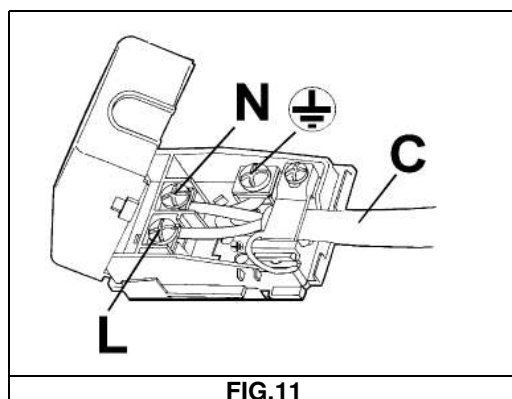

FIG.11
- Mettre une prise mâle, adaptée à la charge, indiquée dans l'étiquette, au câble d'alimentation « C », en cas où ce câble n'en est pas muni (voir la fig. 11).
- Connecter les câbles conformément au schéma de la fig. 11, s'assurer qu'ils correspondent aux indications suivantes :